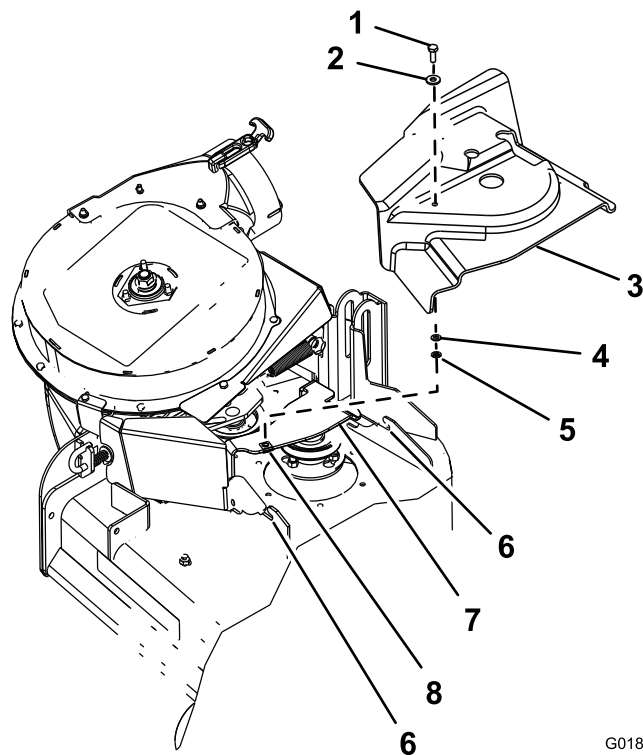

図 12
1. 図 12 に示すように、ワッシャ5/16 x 3/4 インチを六角ヘッドボルト1/4 x 3/4 インチに組み付ける。
2. ブロードライブ・キットからのボルトとワッシャを、ベルトカバーの上部の穴に取り付ける 図 12。
3. ベルトカバーの下から、ワッシャ1/4 x 1/2 インチとリテーナを、六角ヘッドボルトのねじ山に取り付ける 図 12。
2. ベルトカバーを、デッキフランジのノッチに合わせる 図 12。
4. 六角ヘッドボルトで、ベルトカバーをカバーブラケットに固定する 図 12。